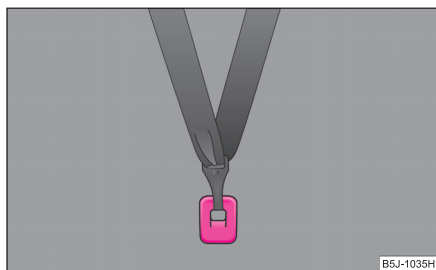

Abb. 133 Rücksitz: Top Tether
Bei Fahrzeugen mit geteilten Rücksitzen* sind für die Erhöhung der Sicherheit der beförderten Kinder die Sitze mit dem Befestigungssystem „Top Tether“ ausgestattet ⇒ Abb. 133.
- Befestigen Sie die Kindersitze mit dem „Top Tether“-System nur an den dafür vorgesehenen Stellen ⇒ Abb. 133.